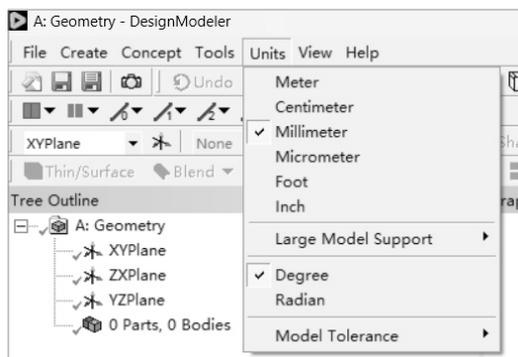

图 2-26 设置单位
(1) 在 Windows 环境下，依次执行“开始”→“所有程序”→ANSYS 2022 R1 → Workbench 2022 R1 命令。
(2) 进入 Workbench 2022 R1 后，在任务栏中单击  按钮，在弹出的 Save Case（保存项目）对话框的 File Name 处输入“huosai.wbpj”，再单击 Save 按钮，保存项目文件。
(3) 双击主界面 Toolbox 里的 Component Systems → Geometry 选项，创建分析项目 A。
(4) 双击项目 A 的第二栏 Geometry，进入 DesignModeler 界面，在 Units 菜单中设置单位为 Millimeter，单击 OK 按钮确认，如图 2-26 所示。